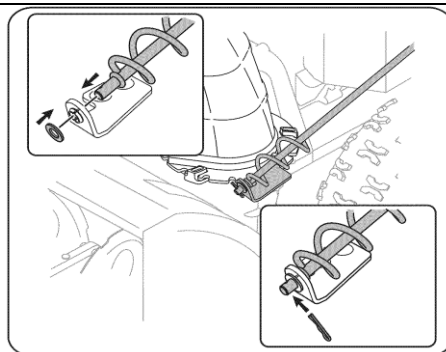

Рис. 5
7. Вставьте конец ручки управления направлением выброса в нижний кронштейн и зафиксируйте плоской шайбой и фиксатором, которые были сейчас сняты. (См. Рис. 5). При необходимости можно отрегулировать нижний кронштейн (более подробная информация приведена в разделе «Техническое обслуживание» – Регулировка кронштейна желоба).